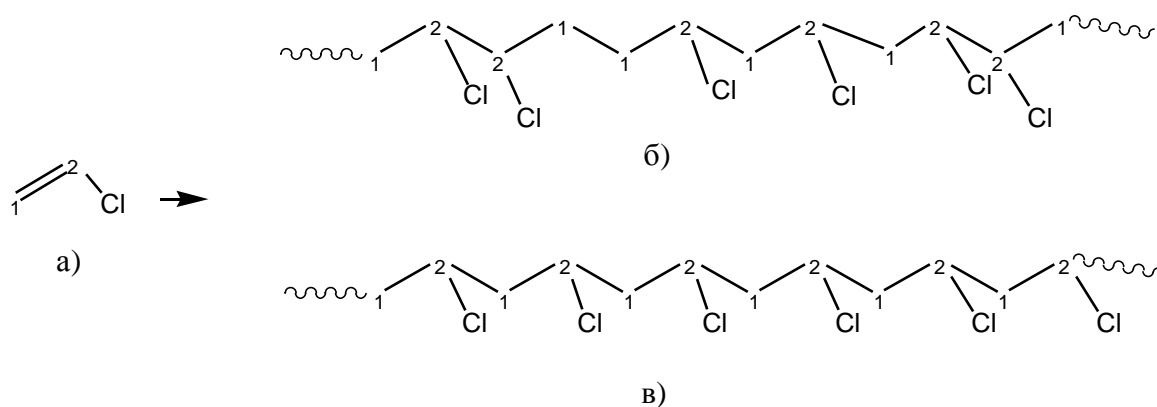

Рис. 8.1. Структурно регулярные и нерегулярные полимеры:
8.2. Структурная изомерия высокомолекулярных соединений. Гомополимеры структурно регулярные и нерегулярные. В гомополимерах структурная изомерия высокомолекулярных соединений может быть связана с несимметричным строением структурных звеньев и разным порядком их соединения друг с другом в процессе синтеза полимера. Регулярность структуры гомополимера можно рассмотреть на примере поливинилхлорида, образующегося при полимеризации винилхлорида $^1\text{CH}_2=^2\text{CH-Cl}$. Построение полимерной цепи может происходить двумя способами (рис.8.1). Первый – это регулярная последовательность соединения второго углеродного атома предыдущего мономера с первым углеродным атомом последующего мономера, т.е. ---1-2---1-2---1-2---1-2---1-2---1-2---. Такой полимер называется *регулярным* (рис.8.1; в).
Второй способ – это когда соединение структурных звеньев происходит случайным образом ---1-2 --- 2-1--- 2-1---2-1---1-2---1-2--. Такой полимер называется *нерегулярным* (рис.8.1; б).